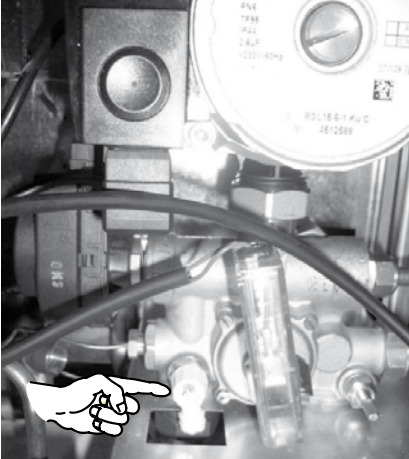

Figura 9.8
- Allentare il rubinetto di svuotamento caldaia indicato in Figura 9.8.